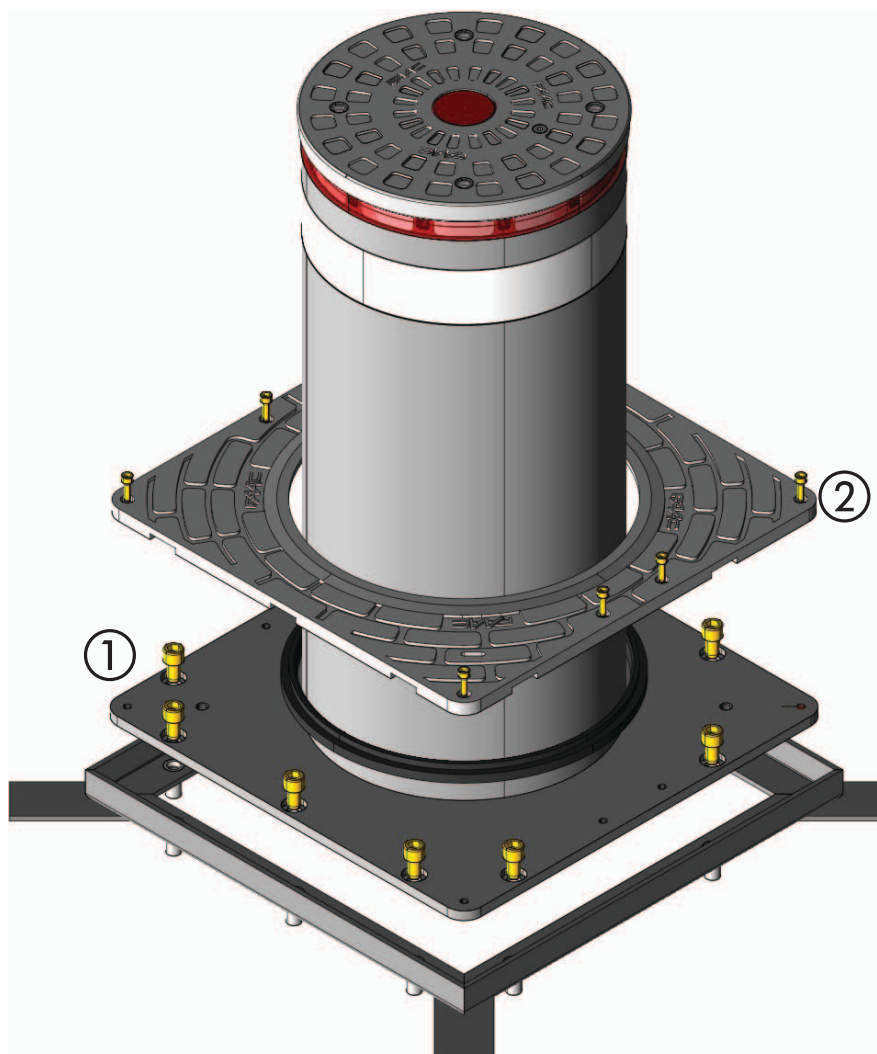

Fig. 5
Fixar o dissuasor à sua contra-estrutura através dos dez parafusos M12x30 fornecidos de fábrica (Fig. 5, referência ①). Sucessivamente, fixar a placa de cobertura através dos oito parafusos também fornecidos de série (Fig. 5, referência ②).